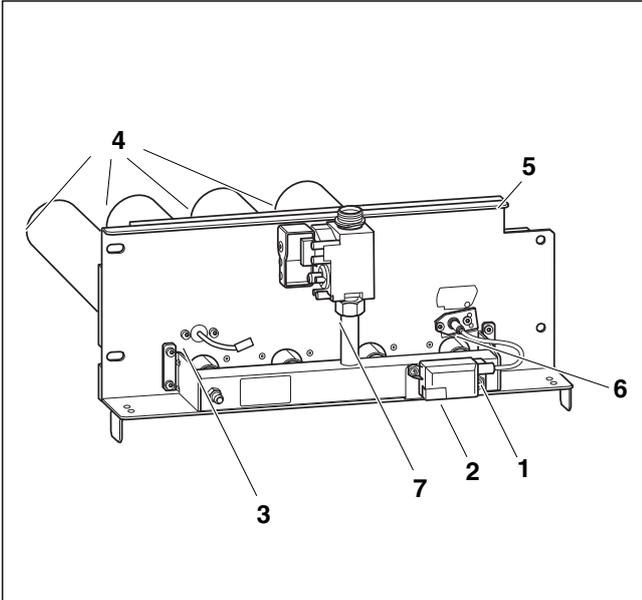

Рис. 41 Чистка горелки
- ▶ Отсоединить штекер кабеля для розжига (→ рис. 41, [1]) на трансформаторе розжига (→ рис. 41, [2]).
- ▶ Открутить оба болта на контролирующем электроде (→ рис. 41, [3]) и осторожно вынуть его.
- ▶ Открутить оба болта на запальном электроде (→ рис. 41, [6]) и осторожно вынуть его.
- ▶ Открутить резьбовое соединение газовой арматуры (→ рис. 41, [7]) и снять ее.
- ▶ Опустить стержни горелки (→ рис. 41, [4]) в воду с чистящим средством и очистить их щеткой.
Следите за тем, чтобы не намочить теплоизоляцию на щитке горелки (→ рис. 41, [5]) и запальный трансформатор (→ рис. 41, [2]). При необходимости снимите запальный трансформатор.